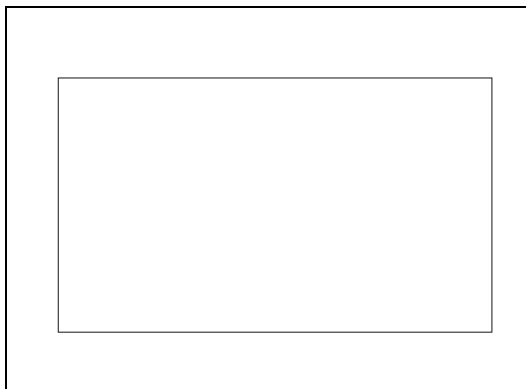

Рисунок 1 – Рисование прямоугольника
3.2 Рисуем с помощью кнопки «Прямоугольник» прямоугольник произвольной формы (рисунок 1).